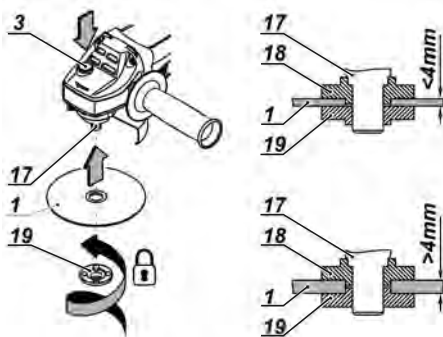

Fig. 5 – Montaje del disco en la máquina
4 - Coloque la tuerca (19), para discos con espesor inferior a 4 mm coloque el rebaje de la brida para el lado externo y para discos con espesor superior a 4 mm coloque el rebaje orientado para adentro (lado del disco), según muestra la fig. 5.